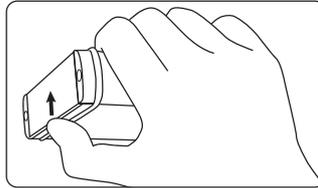

Abb. 3-4: Arretierung lösen
- ☞ Von unten leicht gegen das Scharnier drücken (siehe Abb. 3-4).